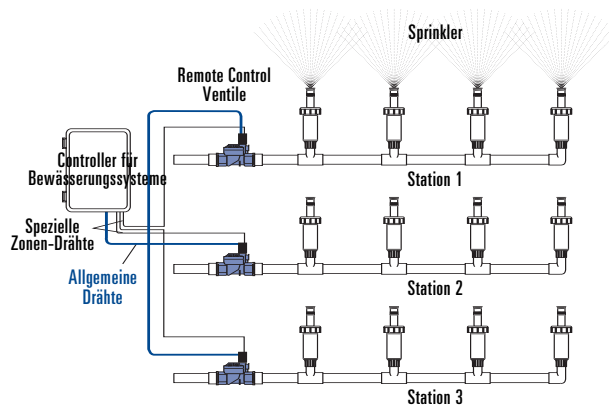

Abbildung 26 Anschließen des Anschlusskabels an die Ventile
- Jeweils einen Draht von jedem Ventil (egal, welcher Draht) mit einem einzelnen Draht des „normalen“ Anschlusskabels (normalerweise weiß) verbinden. [Siehe Abbildung 26]